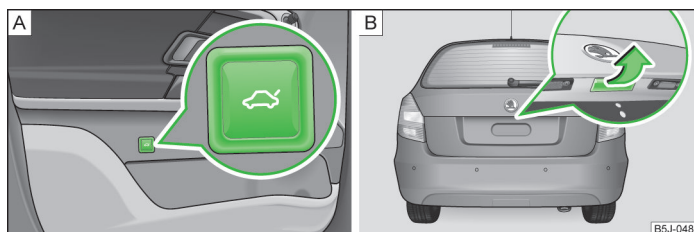

Abb. 18 Gepäckraumklappe öffnen / Griff der Gepäckraumklappe
- Die Symboltaste  in der Fahrertür » Abb. 18 - **A** drücken und die Gepäckraumklappe in Pfeilrichtung anheben » Abb. 18 - **B**.
- Den Griff drücken und die Gepäckraumklappe in Pfeilrichtung anheben » Abb. 18 - **B**.